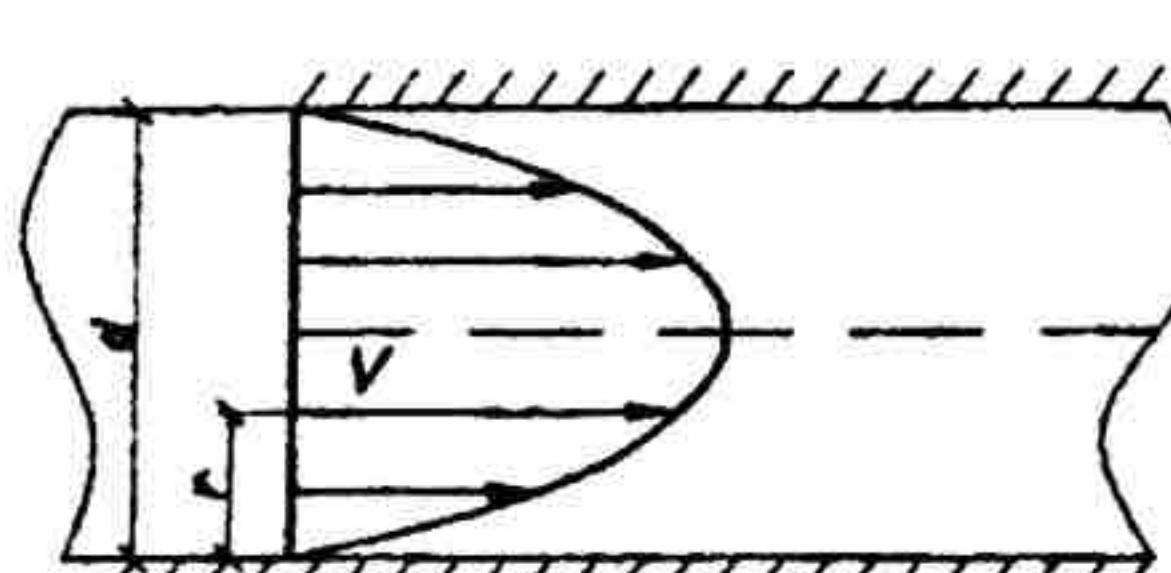

Рис.1
2. Какова сила поверхностного трения жидкости x на внутренней стенке трубопровода (рис. 1) диаметром d и длиной l , если профиль скорости в сечении трубопровода описывается законом $v = 25r - 312 r^2$, где r – расстояние от поверхности трубопровода, которое изменяется от 0 до $d/2$?